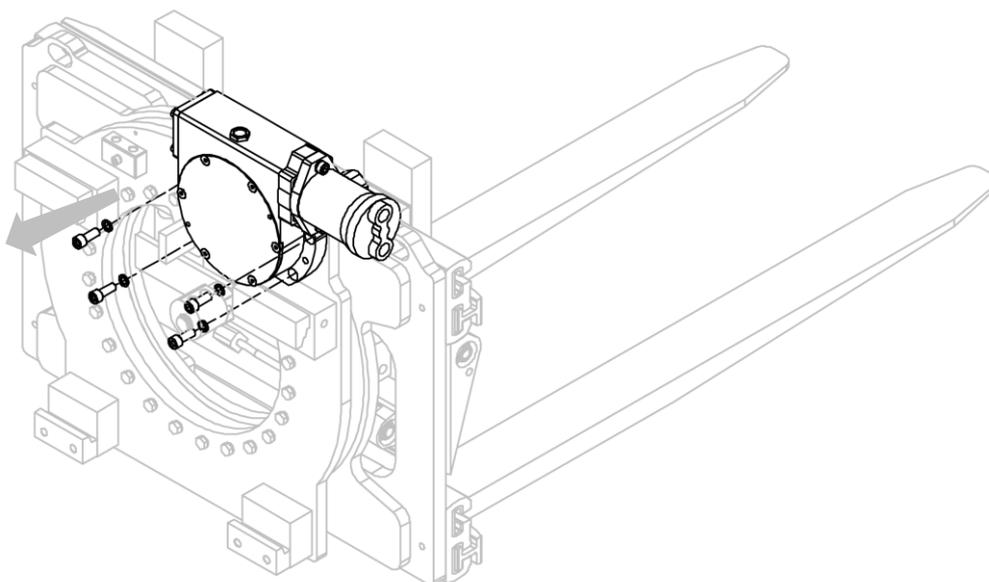

Abbildung 36
3. Entfernen Sie die Baugruppe Motor + Untersetzungsgetriebe vom Anbaugerät, nachdem Sie die entsprechenden Schrauben abgeschraubt haben (siehe *Abbildung 36*).